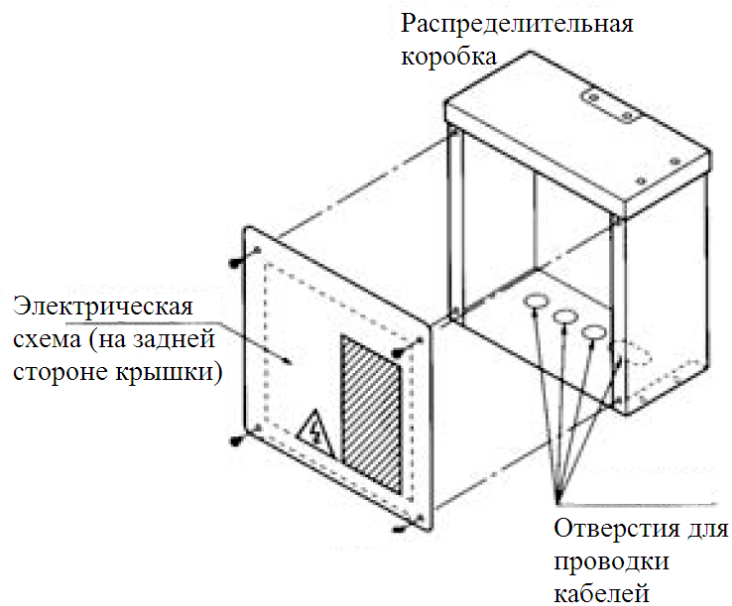

Рис. 13
- Снимите крышку распределительной коробки, отвинтив винты, как показано на Рис. 13.
- Проведите кабели через отверстия, имеющиеся в основании распределительной коробки (Рис. 13 и 14). Излишки длины кабелей должны находиться в распределительной коробке, чтобы исключить возможность их повреждения.